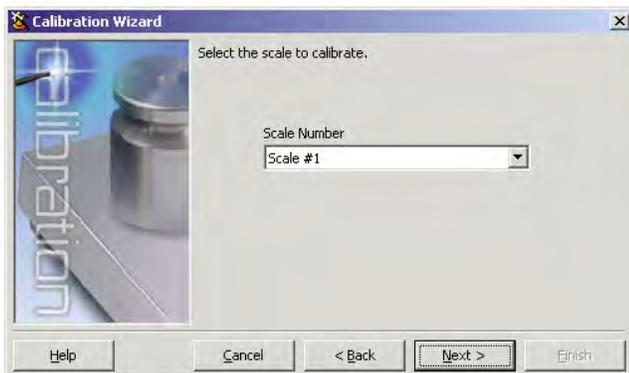

Figura 5-4. Pantalla *iRev* de Selección de Báscula
2. Enseguida, seleccione la báscula por calibrar (Ver Figura 5-4)..